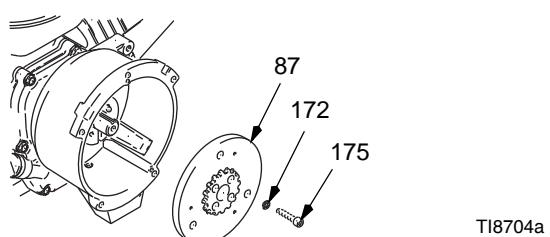

Рис. 7
- Рис. 7. Воспользуйтесь гайковертом или клином, установленным между якорем (87) и корпусом муфты сцепления, для удерживания вала двигателя, при демонтаже.
- Отверните четыре винта (175) с пружинными шайбами (172).
- Снимите якорь (87).
- Установите якорь (87) на приводной вал двигателя.
- Рис. 7. Установите четыре винта (175) с шайбами (172), с усилием 14 Н/м.